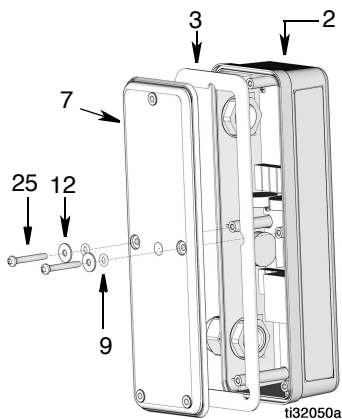

图 38
7. 安装两个 O 形圈 (9)、垫圈 (25) 和螺丝 (12) 将盖板固定到 PAC 电气外壳 (2) (图 38)。